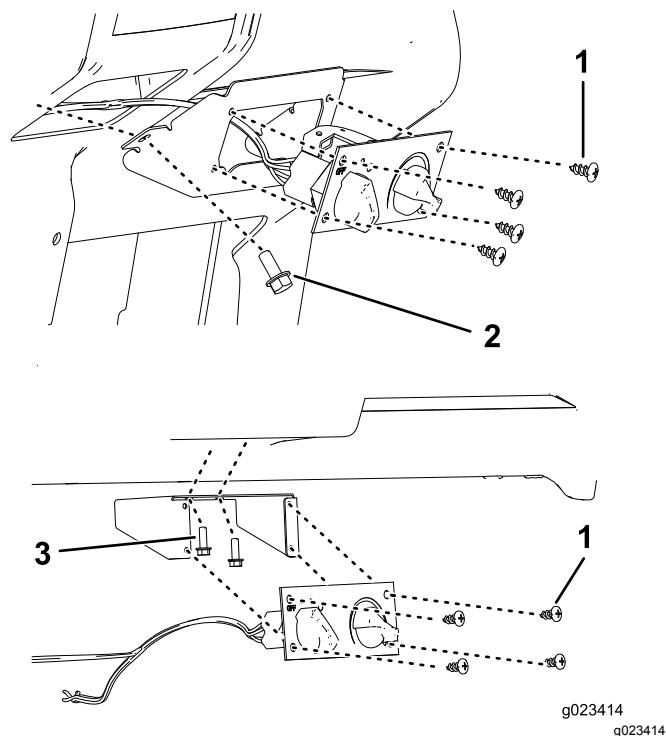

図 5
4. ヒーターコントロールマウントに、ヒーターコントロールを取り付けるビス 4 本を使用する 図 5。
5. ヒーターコントロールケーブルと黒色のワイヤハーネスコネクタを、ヒーターコントロールとヒーターのワイヤハーネスの白色コネクタに接続する 図 5。
7. ヒーターコントロール用マウント正面にフランジヘッドボルト 5/16 x 3/4" 4本を使い、さらにマウント側面にボルト 5/16" 2本 HD モデルの場合 またはボルト 1/4" 2本 MD モデルの場合を使って固定する 図 5。